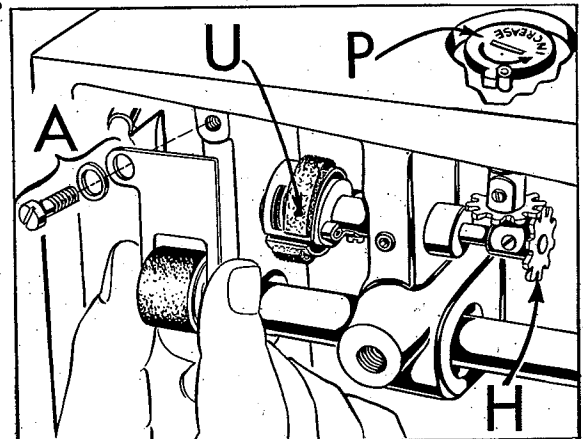

Fig. 24
12. Armese el rodillo alimentador de aceite del gancho (A, Fig. 24), y hagase girar la copa medidora de modo que el rodillo haga contacto con la copa medidora en el punto (U, Fig. 24) en la dirección de aumento hasta que la proyección se detenga en el pasador de parada (éste es el máximo de suministro de aceite) e instálase el diente (H, Fig. 24) en el eje de control de aceite del gancho. Después de engranar el diente, apriétese bien el tornillo de sujeción.